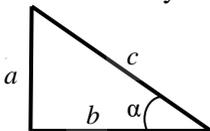

Рис. 1\*
*Косинусом* угла  $\alpha$  называется отношение прилежащего катета к гипотенузе (рис. 1\*).
К раме в точке  $D$  (рис. 1, 2, 3, 4, 5, 7, 8, 9, 10) привязан трос, перекинутый через блок и несущий груз веса  $P = 4$  кН. При подсчетах принять  $a = 0,2$  м.